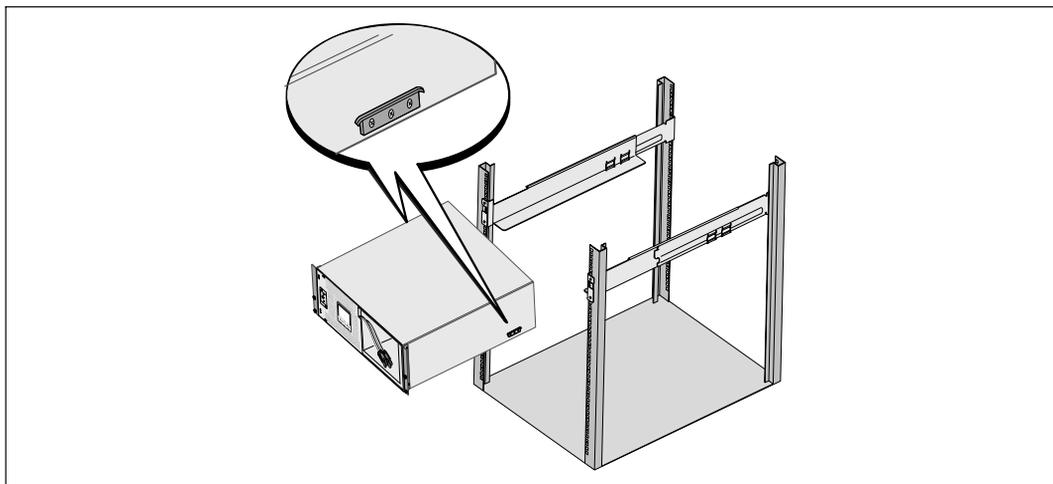

Figura 13. Cómo instalar el gabinete
- 6 Deslice el gabinete en el bastidor (consulte la Figura 13). Repita para todos los gabinetes adicionales.